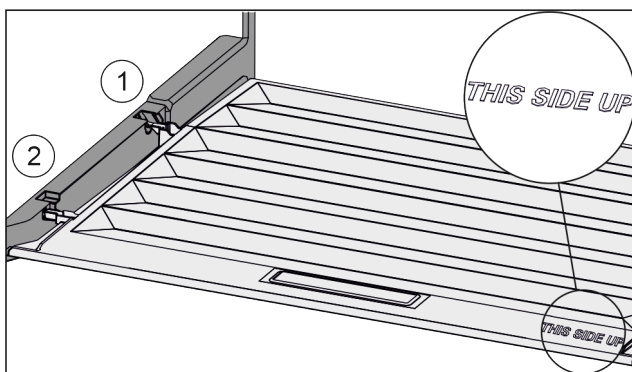

Fig. 49
- ▶ Вставить поперечные ребра крышки через отверстие заднего держателя Fig. 49 (1) и защелкнуть спереди в держателе Fig. 49 (2).